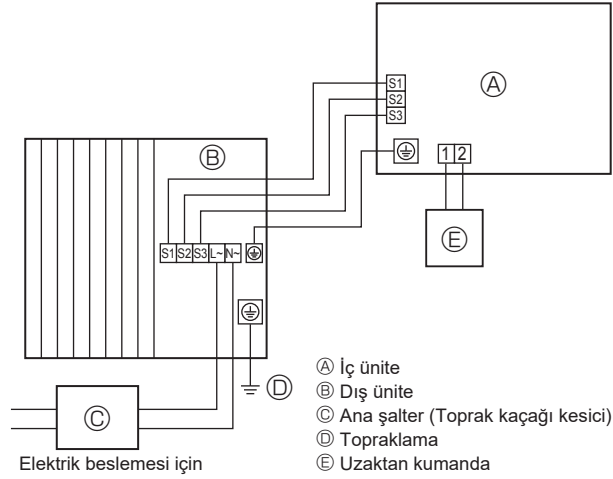
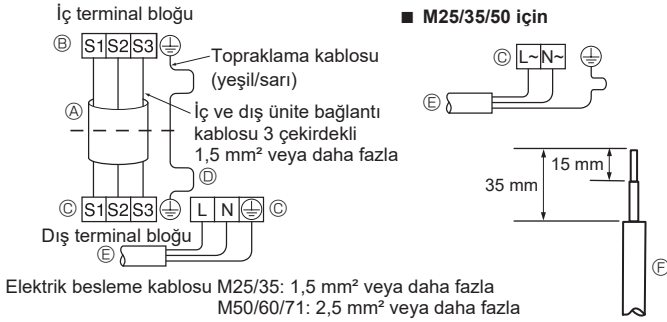
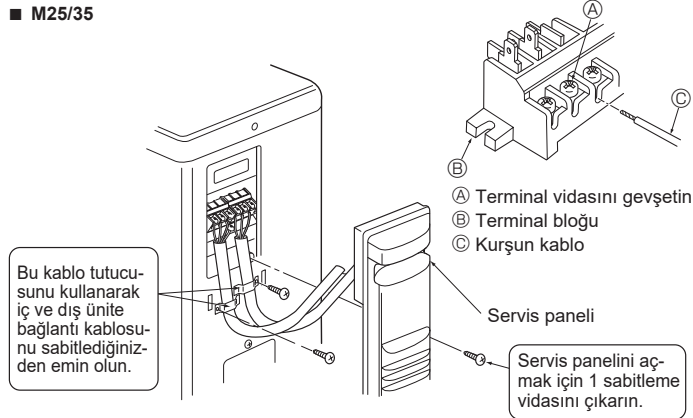
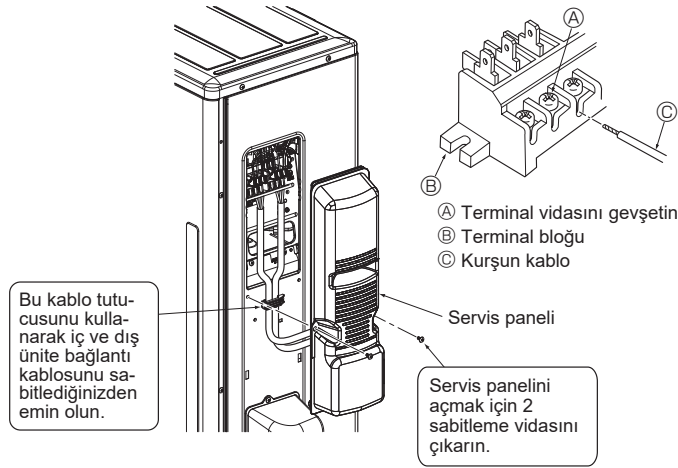

Fig. 6-1
Fig. 6-2
Fig. 6-3
Fig. 6-5
6.1. Dış ünite (Fig. 6-1, Fig. 6-2, Fig. 6-3, Fig. 6-4, Fig. 6-5)
- ① Servis panelini çıkarın.
- ② Fig. 6-1, Fig. 6-2, Fig. 6-3, Fig. 6-4 ve Fig. 6-5'e bakarak kabloları döşeyin.
(Yerel kablo temin edin) (Fig. 6-2)